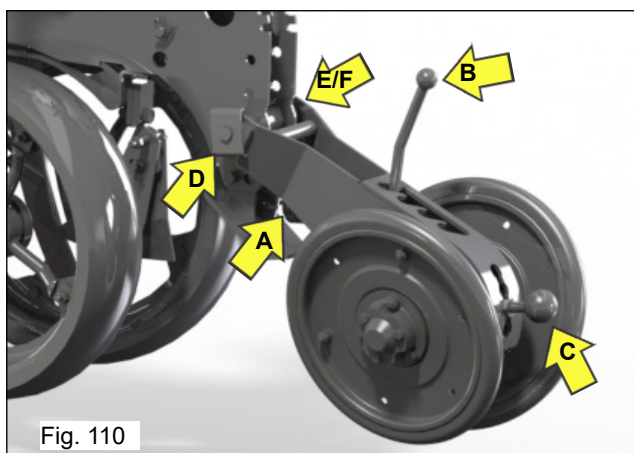

Fig. 110
A regulagem das rodas compactadoras (Fig. 110), também é um fator fundamental para o bom plantio. Promove o fechamento e a compactação do sulco de plantio. A **8090PD Terra T320** portanto conta com dois recursos de regulagem:
Posicione o conjunto compactador e acople-o com o pino “D” (Fig. 110), aperte a porca “E”, verifique que o conjunto compactador deve articular livremente, em seguida trave a fixação com a contraporca “F”. Para colocar a mola vertical “A”, levante a plantadeira através do comando hidráulico do trator, posicione a mola no alojamento do conjunto compactador e pressione o suficiente para encaixá-la no alojamento da unidade semeadora.
a) Mola vertical “A”: é pressionada através da mudança de posição da alavanca “B”, 4 posições, dando maior ou menor pressão de apoio das rodas sobre o solo. Para solos mais pesados (argilosos), regule com mais pressão; para solos mais arenosos, utilize menor pressão (Fig. 110).